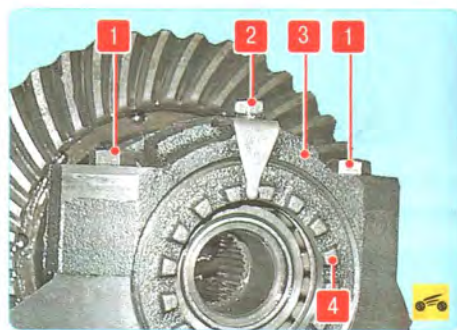

Рис. 6.14. Редуктор заднего моста: 1 – болт крепления крышки; 2 – болт крепления стопорной пластины; 3 – крышка подшипника; 4 – регулировочная гайка
5. Выверните болты 2 (рис. 6.14) крепления стопорных пластин регулировочных гаек с обеих сторон редуктора. Промаркируйте крышки 3 подшипников (если на них нет меток), чтобы не перепутать их при сборке. Выверните болты 1 крепления и снимите крышки подшипников. Снимите регулировочные гайки 4 подшипников.